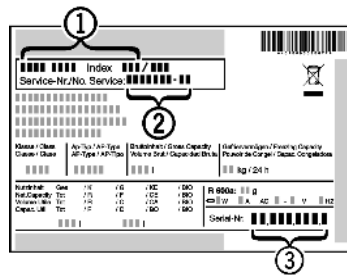

Fig. 25
- ▶ Наименование устройства Fig. 25 (1), сервисный № Fig. 25 (2) и серийный № Fig. 25 (3) считайте с заводской таблички. Заводская табличка находится внутри устройства слева.
- ▶ Обратитесь в сервисную службу и сообщите вид неисправности, наименование устройства Fig. 25 (1), сервисный № Fig. 25 (2) и серийный № Fig. 25 (3).